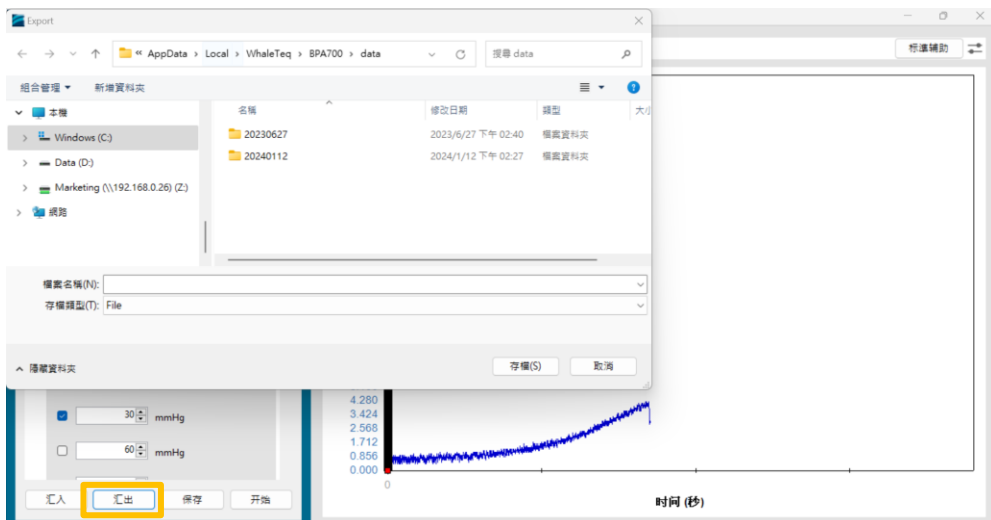

图 18：汇出自动序列
(4) 点击“汇出”，将自动序列汇出，以便下次汇入（如图 18 所示。）